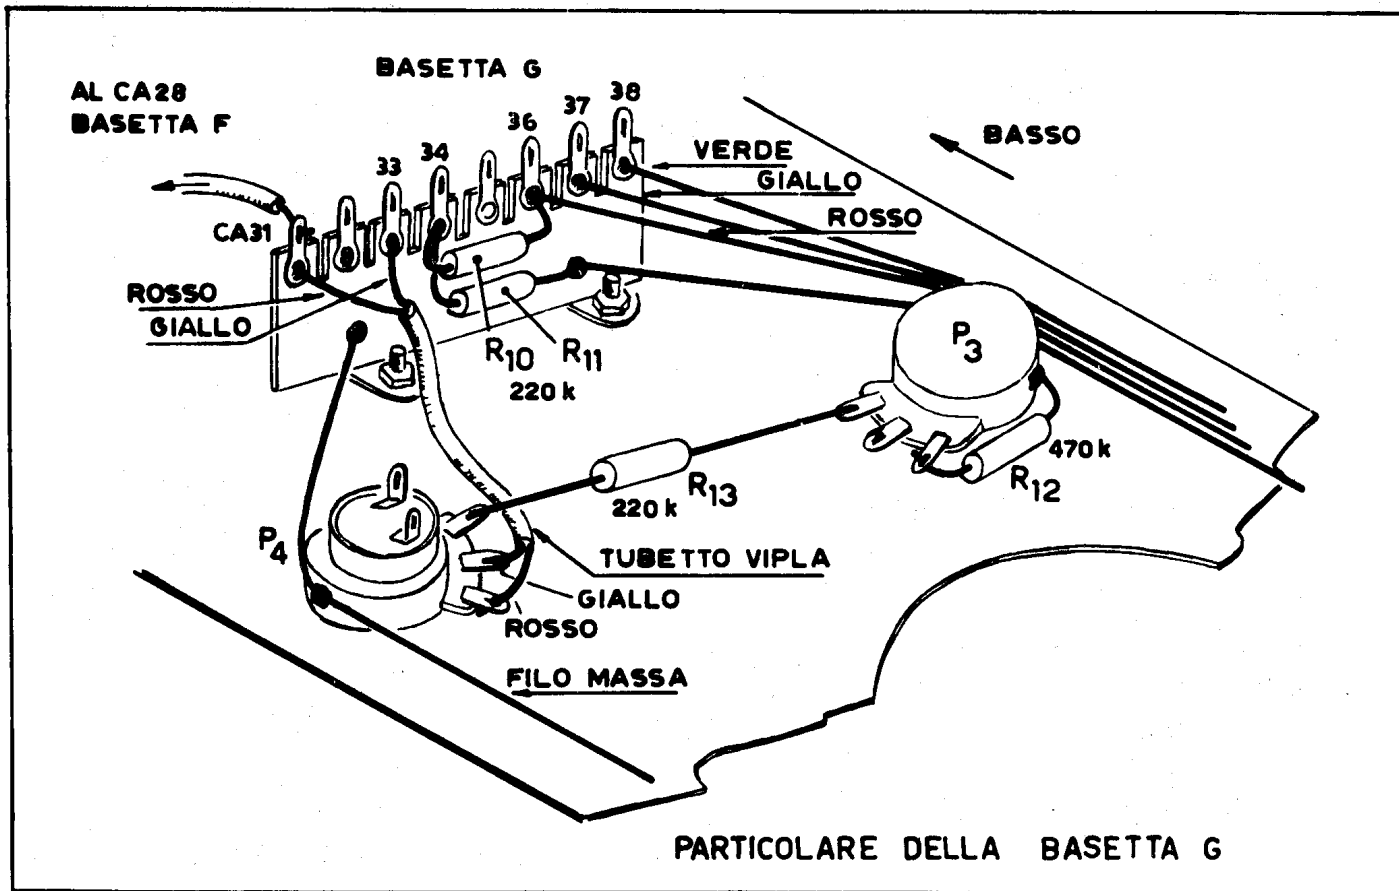

Fig. 14
d) - DISPONGA IL RESISTORE R11, DA 220 k $\Omega$  - 0,5 W, FRA L'OCCHIELLO DEL CA34 ED IL FORO DEL PRIMO ANGOLARE DI SUPPORTO, SALDANDO SOLTANTO SULL'ANGOLARE (FIG. 14).
P4 DA 100 k $\Omega$  E LA FINE DEL POTENZIOMETRO P3 DA 250 k $\Omega$  (FIG. 14).
f) - SISTEMI IL RESISTORE R10, DA 220 k $\Omega$  - 0,5 W, FRA L'OCCHIELLO DEL CA34 E L'OCCHIELLO DEL CA36, SALDANDOLO SOLTANTO SUL CA34 (FIG. 14).
g) - SALDI IL RESISTORE R12, DA 470 k $\Omega$  - 0,5 W, FRA L'INIZIO DEL P3 DA 250 k $\Omega$  E LA MASSA (FIG. 14).
q) - COLLEGHI, MEDIANTE LA TRECCIOLA PREPARATA, IL CURSORE DI P4 ALL'OCCHIELLO DEL CA33 (FILO GIALLO) E LA FINE DI P4 CON L'OCCHIELLO DEL CA31 (FILO ROSSO). ESEGUA TUTTE E QUATTRO LE SALDATURE (FIG. 14).